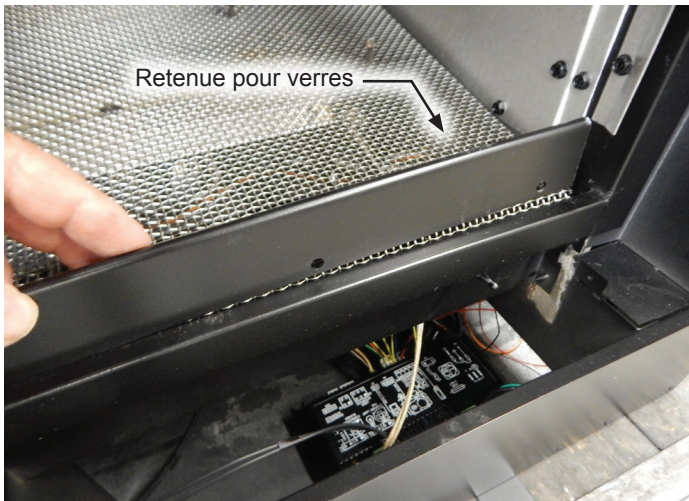

Figure 1
7. Soulever le support de retenue avant pour verres pour le retirer. **Voir Figure 1.**